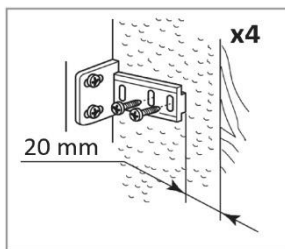

Fig. 11
- Coloque la guía en el soporte y fíjela al panel de la puerta a 20-22 mm del borde del panel tal y como se muestra en la Fig. 11, asegurándose de que la guía esté colocada central y horizontalmente dentro del soporte. Apriete bien manualmente.